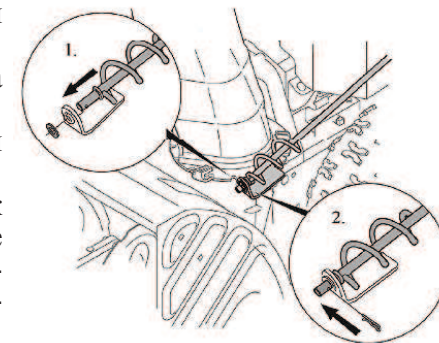

рис. 5
- совместите витки спирали рукоятки поворота желоба с прорезями фланца желоба (рис. 5).